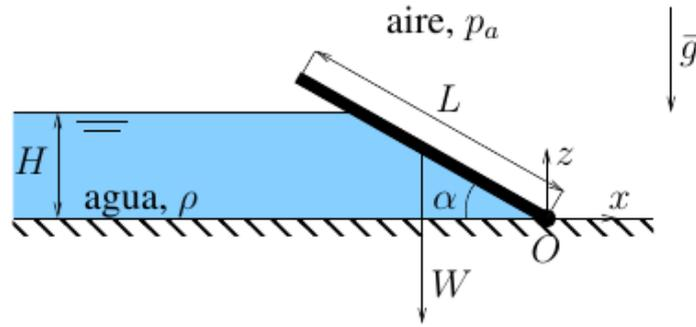

Figura 5: Compuerta inclinada que puede girar sobre O
6. La compuerta rectangular de la figura 5 de longitud L , ancho b perpendicular al dibujo, y W peso conocidos, retiene cierto volumen de agua de densidad ρ que alcanza una altura H con respecto al suelo: